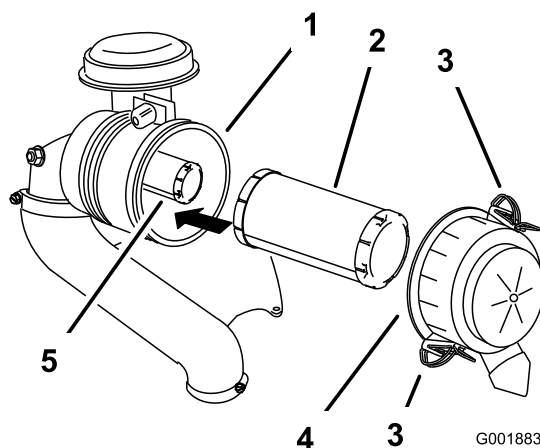

Figura 27
3. Abra los cierres del limpiador de aire y tire de la tapa de la entrada de aire para separarla del cuerpo del limpiador de aire (Figura 27).
5. Extraiga con cuidado el filtro primario del cuerpo del limpiador de aire (Figura 27).
2. Si va a cambiar el filtro de seguridad, deslícelo cuidadosamente en el cuerpo del filtro (Figura 27).
3. Deslice cuidadosamente el filtro primario por encima del filtro de seguridad (Figura 27).
4. Instale la tapa del limpiador de aire con el lado marcado **up** hacia arriba y fije los cierres (Figura 27).